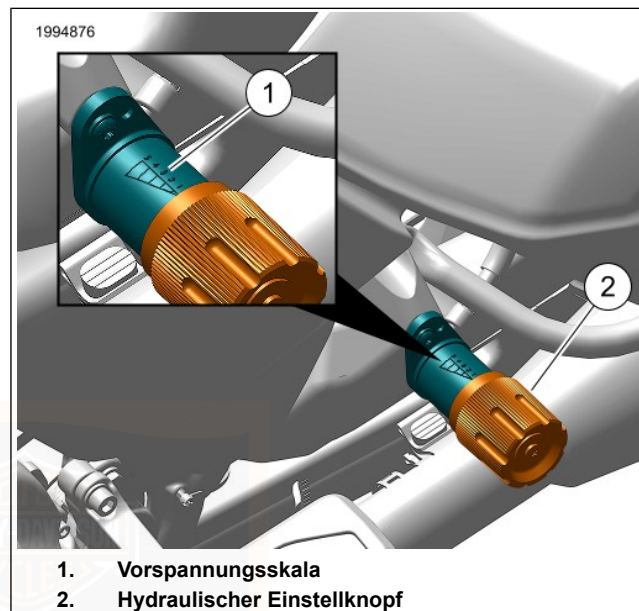

Abbildung 15. Hydraulischer Vorspannungseinstellknopf (linker Stoßdämpfer)
2. Siehe Abbildung 15. Den hydraulischen Ferneinstellknopf (2) am linken Stoßdämpfer vollständig gegen den Uhrzeigersinn auf MIN drehen.